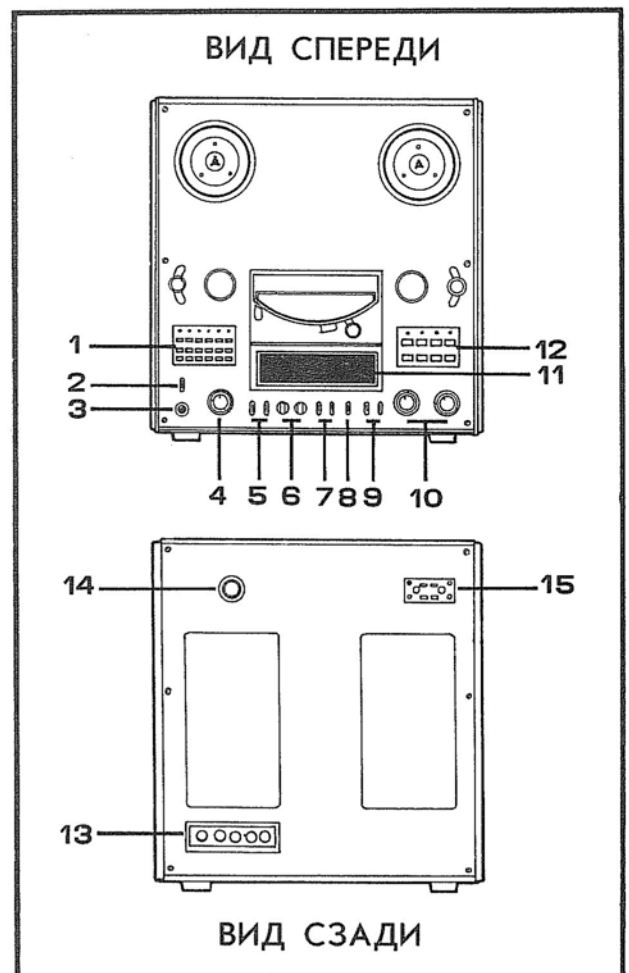

Рис. 1
5.5. Расположение органов управления магнитофона приведено на рис. 1, где: